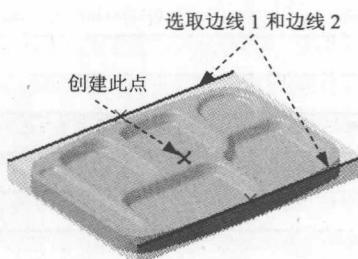

图 1.7 创建点
Step4. 创建图 1.7 所示的点。
(2) 创建点。在“创成式外形设计”工作台中选择下拉菜单 **插入** → **线框** → **点** 命令，在系统弹出的“点定义”对话框中**点类型：**下拉列表中选择**之间**选项，在**点 1：**文本框右击，在弹出的快捷菜单中选择**创建中点**选项，然后在图形区选择图 1.7 所示的边线 1；在**点 2：**文本框右击，在弹出的快捷菜单中选择**创建中点**选项，然后在图形区选择图 1.7 所示的边线 2。
(3) 在“点定义”对话框中，单击**中点**按钮。
(4) 单击**确定**按钮，完成点的创建。